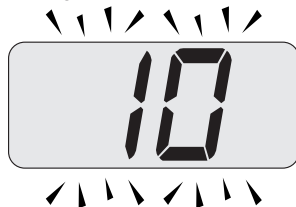

Figura 5.46
- Premere contemporaneamente i tasti 14 e 16 (Figura 5.43) fino a far apparire sul display LCD il valore del parametro 11 (10=60 secondi) (Figura 5.46).